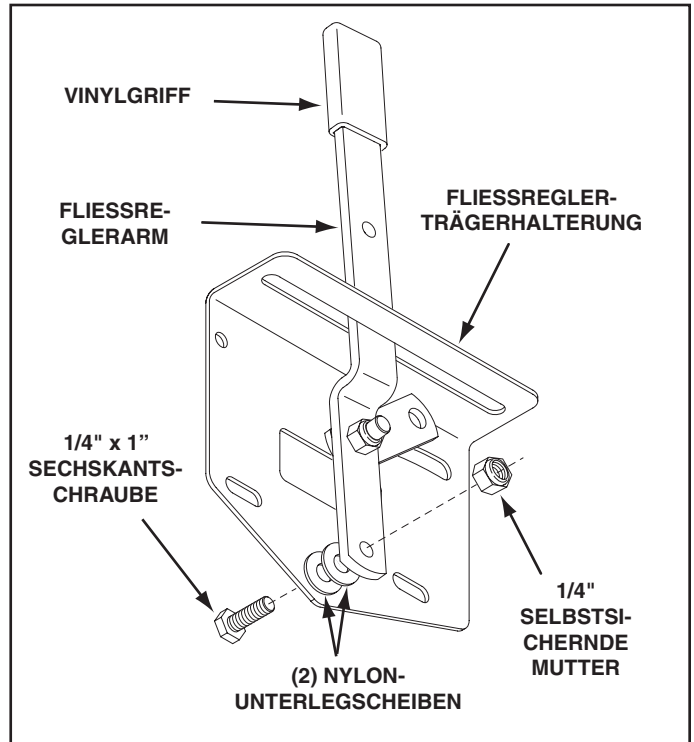

ABBILDUNG 7
15. Montieren Sie den Fließreglerarm wie in Abbildung 7 gezeigt mit einer 1/4" x 1" Sechskantschraube, zwei Nylon-Unterlegscheiben und einer 1/4" selbstsichernden Mutter an der Fließregler-Trägerhalterung. **Vorsichtig festziehen.** Der Fließreglerarm sollte fest, jedoch ohne großen Widerstand einfach schwenkbar sein.
16. Montieren Sie den Vinylgriff. Siehe Abbildung 7.